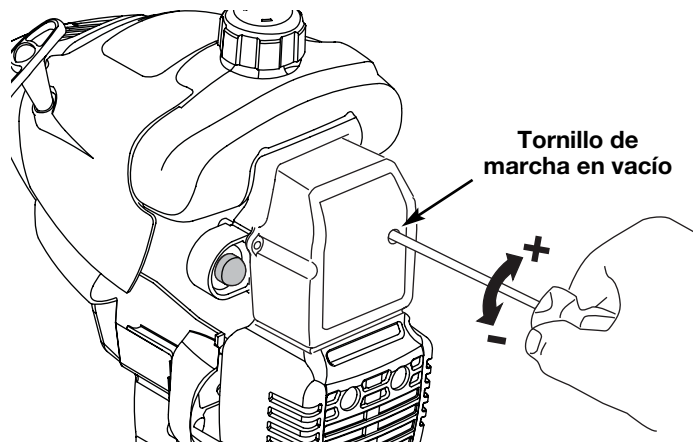

Fig. 18
La velocidad lenta del motor puede ser ajustada por la cubierta del silenciador / filtro de aire (Fig. 18).
2. Suelte el gatillo del regulador y deje que el motor funcione en marcha lenta. Si el motor se para, inserte un pequeño destornillador Phillips en el orificio de la cubierta del silenciador / filtro de aire (Fig. 18). Gire el tornillo de marcha lenta en **sentido horario**, de a 1/8 de vuelta por vez (según sea necesario) hasta que el motor funciona en mínima.